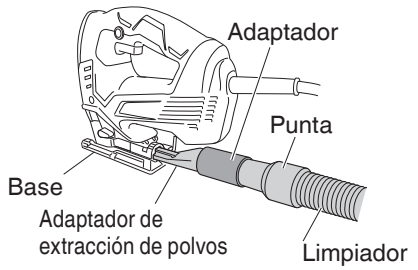

Fig. 19
- (3) Conecte el adaptador de extracción de polvos con el adaptador. (Fig. 19)
- (4) Conecte el adaptador con la punta del limpiador. (Fig. 19)